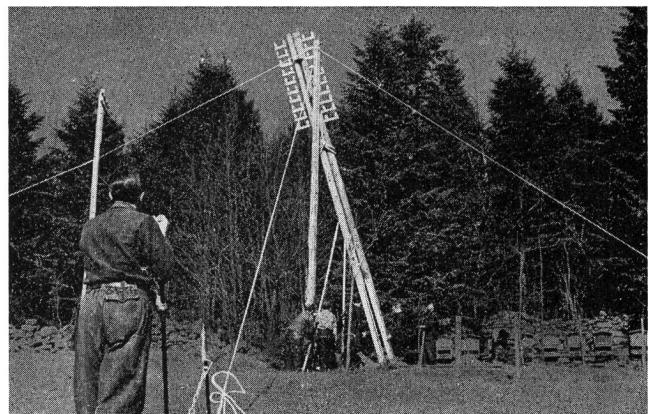

Fig. 5
**Oberirdischer Linienbau:** Ausbau eines Leitungsnetzes infolge Kabelnetz-Um- und -Ausbauten. Wünschbar ist eine gemischte Anlage, enthaltend das Aufstellen von Kabelüberführungsstangen (Fig. 5), den Neubau einschliesslich Hauseinführungen, Umbauten mit Vorbereitung für eine Umschaltung, Unterhalt und wenn möglich ein Teilstück einer Luftkabelanlage. Diese Arbeiten werden durch